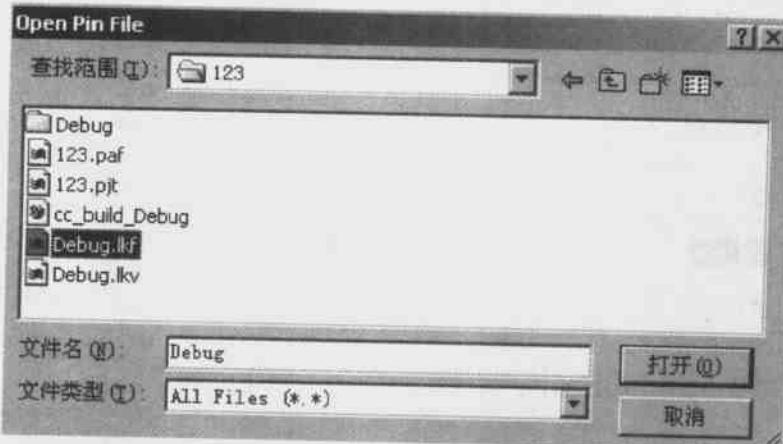

图 3.33 外部中断引脚数据文件对话框
③ 单击 Connect 按钮,将弹出如图 3.33 所示的外部中断引脚数据文件对话框,选择创建好的数据文件,将其连接到所需要的外部中断引脚。
④ 加载并运行程序。